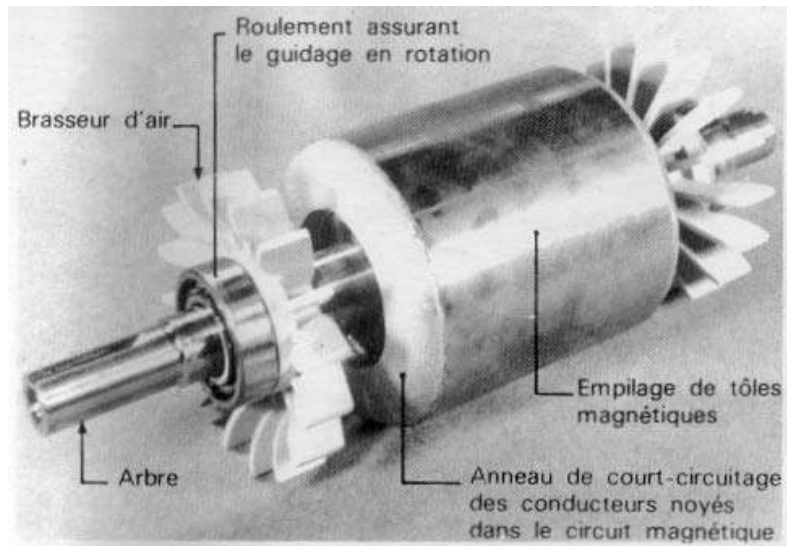

Figure 10
- (1) Carcasse en acier roulé et soudé.
- (2) Nervures rapportées par soudure.
- (3) Boulons d'assemblage des tôles.
- (4) Tôles par secteurs de 120° décalées de 60° à chaque couche.
d) **Solutions particulières au rotor.** – Le rotor est la partie mobile de la machine ; il est le siège de l'induction électromagnétique variable (fig. 10).